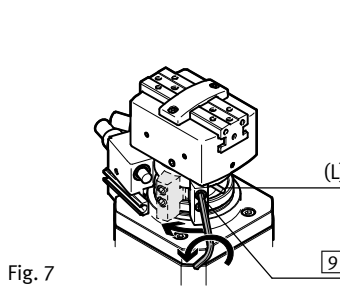

Fig. 7
- Выкрутите зажимные винты кулачков упора [9] вверх (→ Fig. 7). Для смещения кулачков упора достаточно ослабить зажимные винты лишь настолько, чтобы кулачки стали подвижными.